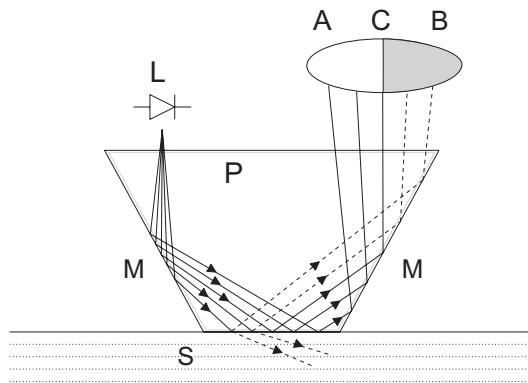

Abbildung 1.2 Refraktometerprinzip
Der Sensor des Inline-Refraktometers bestimmt den Brechungsindex n_D der Prozesslösung. Er misst den kritischen Reflektionswinkel unter Verwendung einer gelben LED-Lichtquelle mit derselben Wellenlänge (580 nm) wie der von Natriumlicht (daher n_D). Das Licht der Lichtquelle (L) in Abbildung 1.2 wird auf die Grenzfläche zwischen dem Prisma (P) und dem Prozessmedium (S) gelenkt. Zwei der Prismaoberflächen (M) fungieren als Spiegel und lenken die Lichtstrahlen so ab, daß Sie auf die Grenzfläche unter unterschiedlichen Winkeln auftreffen.